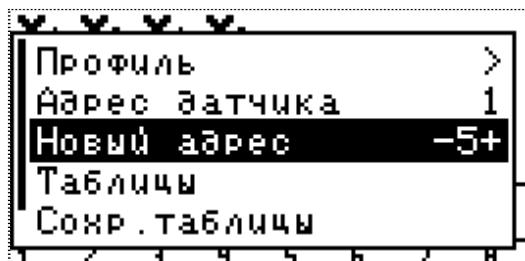

Рисунок 29
9. Кнопками «Вверх» и «Вниз» выбрать пункт «Адрес датчика» и кнопками «Плюс» и «Минус» задать текущий программный адрес подключенного датчика (см. «Рисунок 29») или выбрать «АВТО» если адрес неизвестен.
10. Кнопками «Вверх» и «Вниз» выбрать пункт «Новый адрес» и кнопками «Плюс» и «Минус» задать новый программный адрес (см. «Рисунок 29»). После этого нажать кнопку «Меню». В результате удачного переименования на экран будет выведено сообщение – «Выполнено».